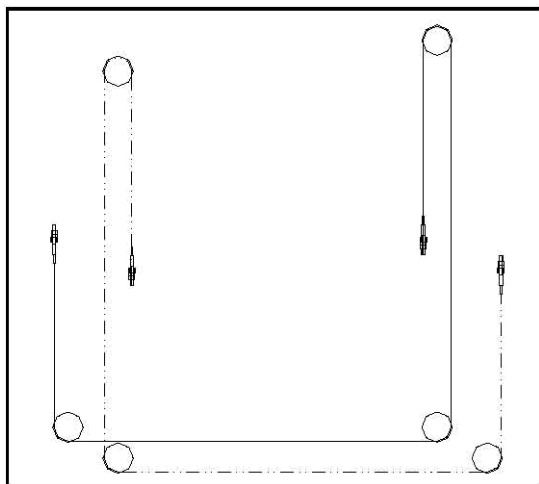

Fig. 31
- ◆ Instalar o cabo de equilíbrio de acordo com a Fig. 31. O cabo também pode ser atravessado a partir do orifício no quadro antes da fixação das duas colunas.